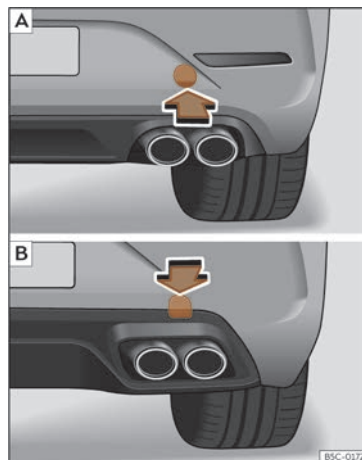

Fig. 49 No lado direito do parachoques traseiro: retirar a tapa. **[A]** Leon Sportstouder; **[B]** Leon.
A cavidade da argola de remolque enroscada está situada no lado dereito do parachoques traseiro detrás dunha tapa»» **fig. 49**.
- *Leon Sportstourer*: Prema sobre a zona inferior da tapa»» **fig. 49 [A]** para desencaixala. *Leon*: Prema sobre a zona superior da tapa »» **fig. 49 [B]** para desencaixala.